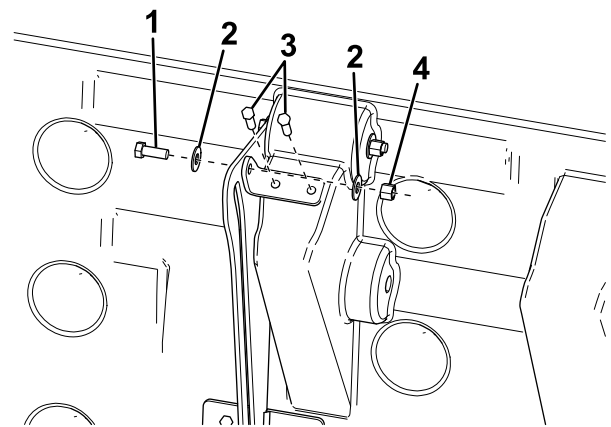

**Bild 4**
4. Drücken Sie die Schiene bündig gegen die Abdeckungsrippe und befestigen Sie die Schiene mit zwei Zugschrauben, wie in **Bild 4** dargestellt.